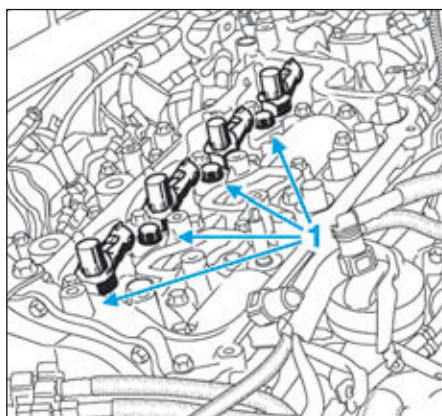

FIG.149
- Déposer la vis (1) (Fig.149) de bride de l'injecteur.